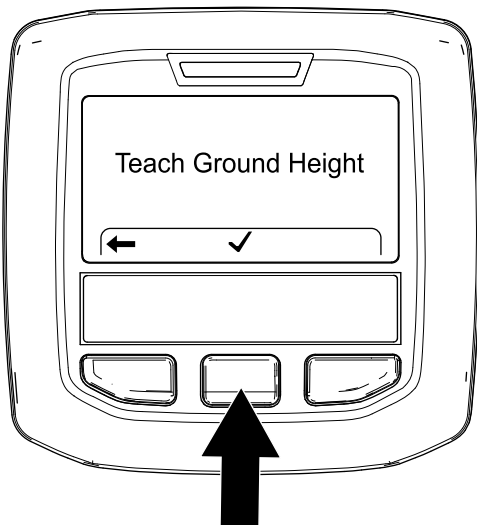

図 66
4. Teach Ground Height 画面 **図 66** で、インフォセンターの中央ボタンを押す。